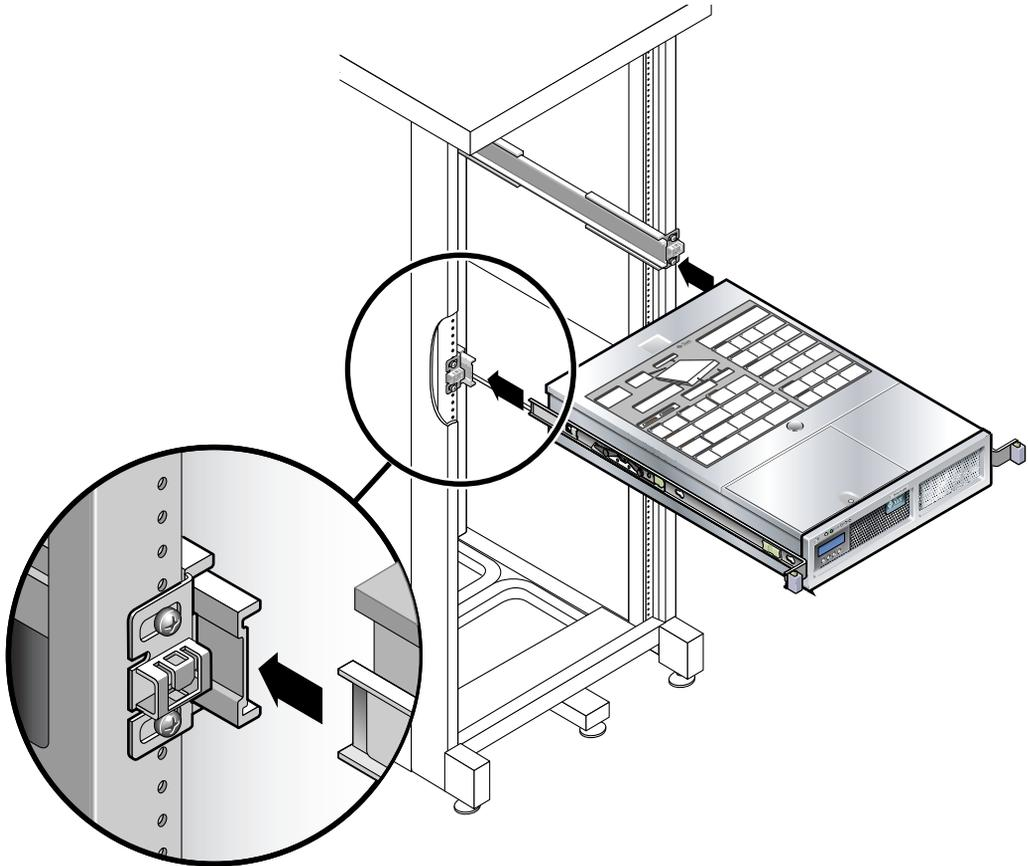

FIGURE 2-17 Montage du châssis sur les rails coulissants
10. Insérez les extrémités des supports de montage dans les rails coulissants (FIGURE 2-17).